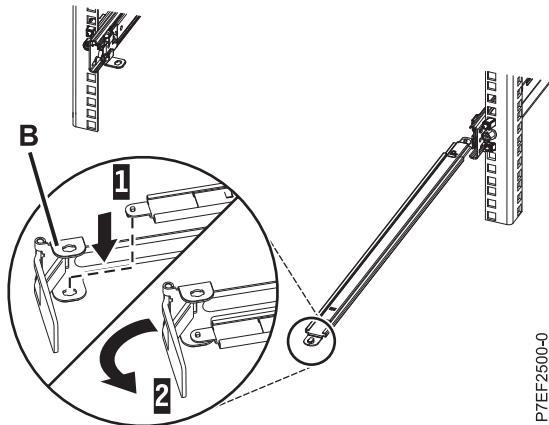

Abbildung 11. Kabelträgerhaltewinkel am Stützarm befestigen
3. Suchen Sie die Bohrung an der unteren inneren Ecke des L-förmigen Kabelträgerhaltewinkels (B). Setzen Sie das lose Ende des Stützelements so an, dass die Sperrzunge an der Unterseite seiner Spitze an der Bohrung der Halterung ausgerichtet ist. Setzen Sie die Lasche in die Bohrung ein (1) und drehen Sie die Halterung (2), um sie am Stützarm zu befestigen. Einzelheiten finden Sie unter Abb. 11 auf Seite 9.